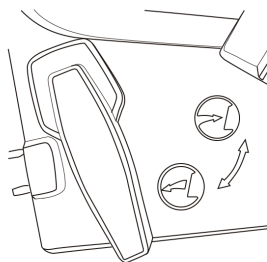

Fig. 12
3. Mueva la palanca (5) a la posición con el ícono de soplador para usar el producto como soplador. (Ver Fig. 12)
4. Asegúrese siempre de que la palanca (5) esté colocada en una de las posiciones extremas. Escuchará un "clic" cuando la palanca esté bien ajustada. No use el producto con la palanca en una posición intermedia.